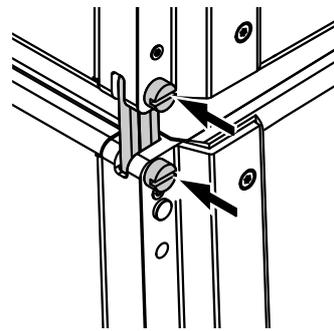

Abb. 3: SUB zu SUB, 2° Splay-Winkel, offen
3. SUB zu SUB mit 2° Splay-Winkel (offen) zwischen den Lautsprechern (⇒ Abb. 3).